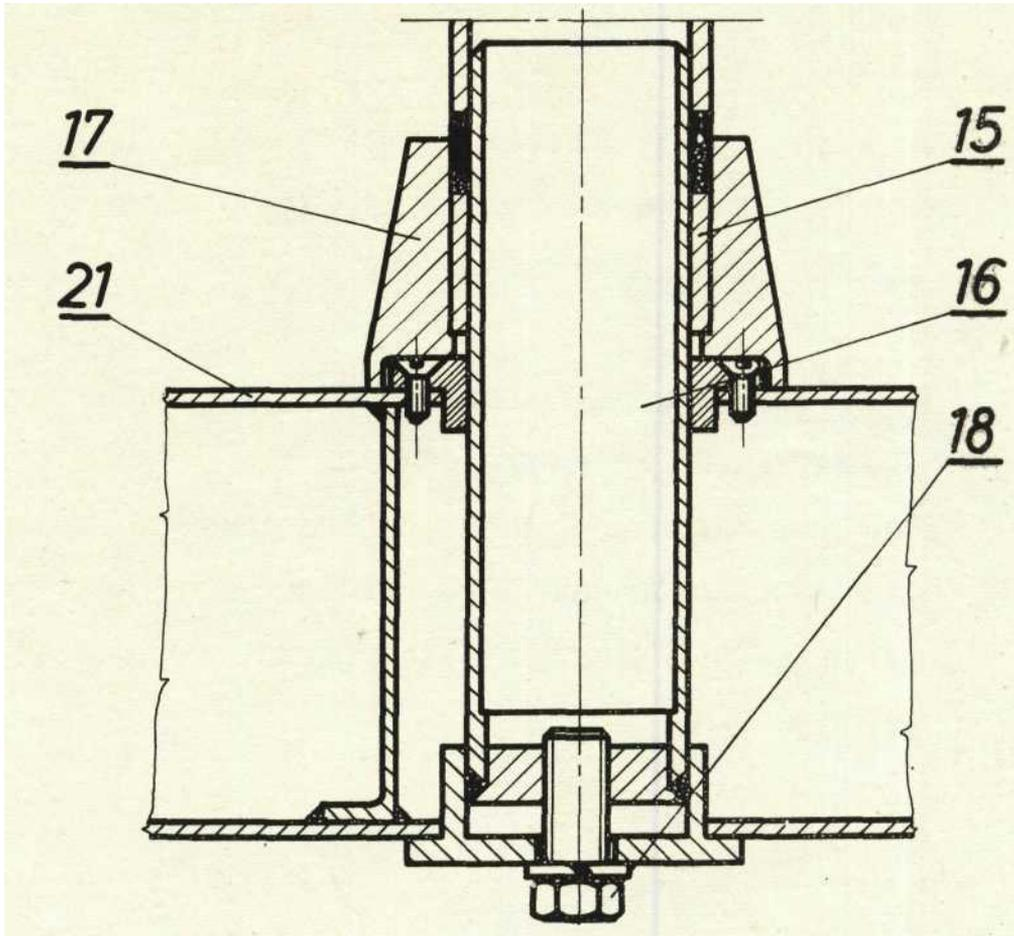

рис. 9. Схема к монтажу лампы синего света
Монтаж стойки (рис. 9)
В начале собирается ножка с катками (21) и труба (15) соответственно рис. 9. Вертикальная трубка заводится в сварной потрубок (16), т.е. в установленный на собранную ножку фланец (17), затем с помощью болта (18) прикрепляется.